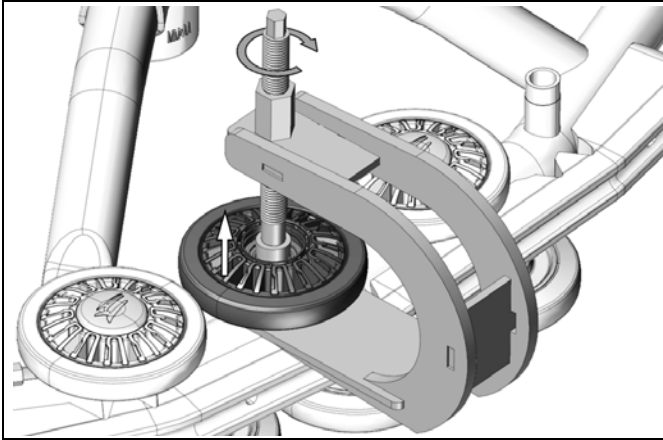

Abbildung 32
- Platzieren Sie den Abzieher wie in Abbildung 32. Dann die Gewindestange drehen, um das Rad abziehen.